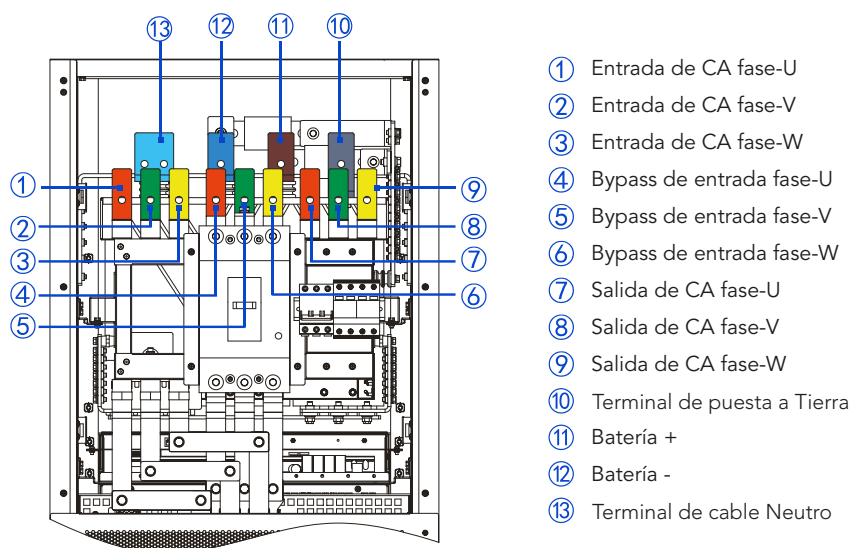

Figura 3-26 Diagrama de terminales de cableado de UPS-IND 13160 HF, UPS-IND 13200 HF (vista superior)
2. Conduzca los cables de entrada, los cables de salida y los cables de la batería a través del orificio de cableado superior y conecte los cables (de acuerdo con la figura 3-26 respectivamente), luego apriete los pernos.